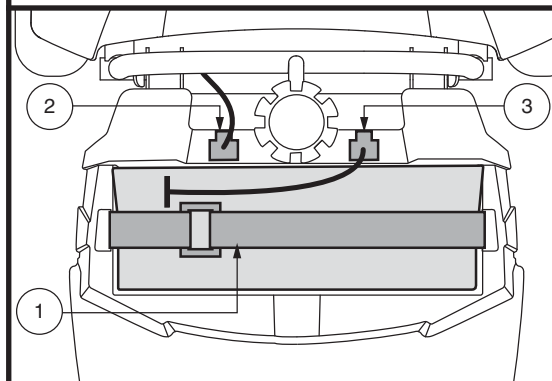

Figure 20. Sangle de fixation de la batterie
1. Débranchez les câbles de la batterie et retirez l'emballage de la batterie du Travel scooter. **Voir la figure 20.**
2. Débranchez les câbles d'alimentation de la batterie et les sangles de fixation puis retirez la batterie du Travel Scooter. **Voir la figure 20.**